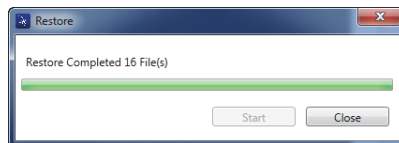

図 7-31 Restore (復元) ダイアログボックス (完了)
5. 復元プロセスが完了したら、Close (閉じる) をクリックします (220 ページの図 7-31 参照)。